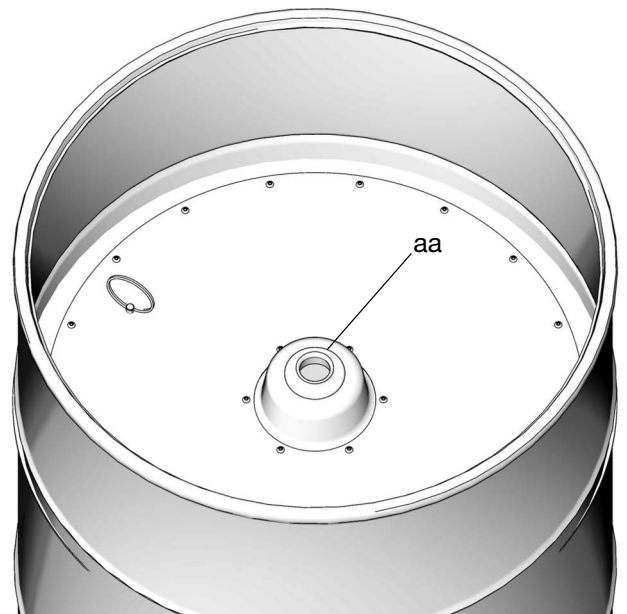

図 27
6. フォロープレート(15)を新しいグリースの上に設置します(図 27)。
7. グリースの高さがフォロープレート(aa)の中心にある穴と重なるまで、フォロープレートを下に押しつけて、空気を取り除きます (図 27)。